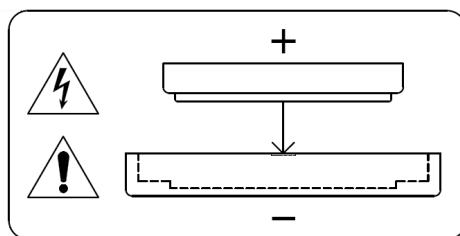

Figura 28-1. Etiqueta de peligro de descarga y polaridad de la batería
4. Observe la orientación (polaridad) de la batería en la bandeja o consulte la etiqueta de polaridad de la batería (Figura 28-1) en el panel lateral DECS-450. La batería nueva debe colocarse con la misma orientación.